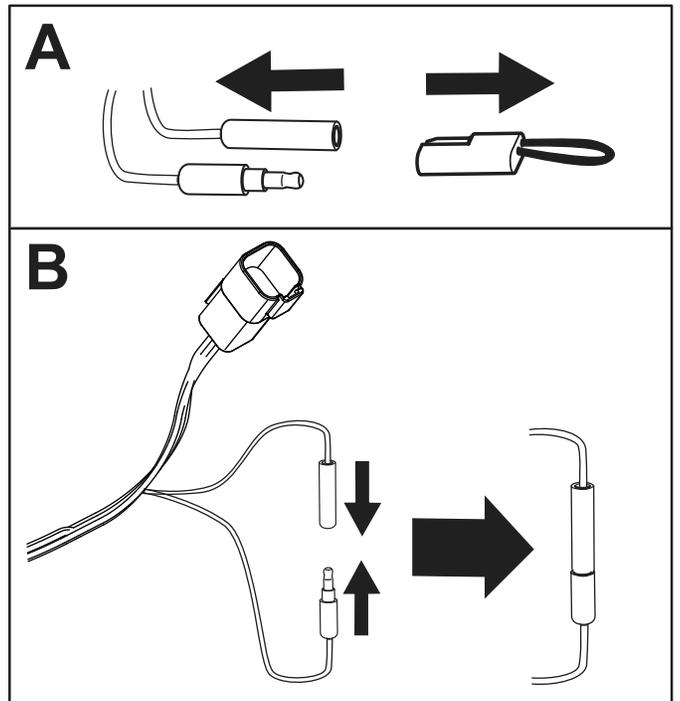

Bild 7
1. Ziehen Sie den Stecker von den Kalibrieranschlüssen ab – achten Sie darauf, dass die Maschine auf einer ebenen Fläche steht (**Bild 7**).
2. Verbinden Sie die Kalibrieranschlüsse, wie in **Bild 7** dargestellt.